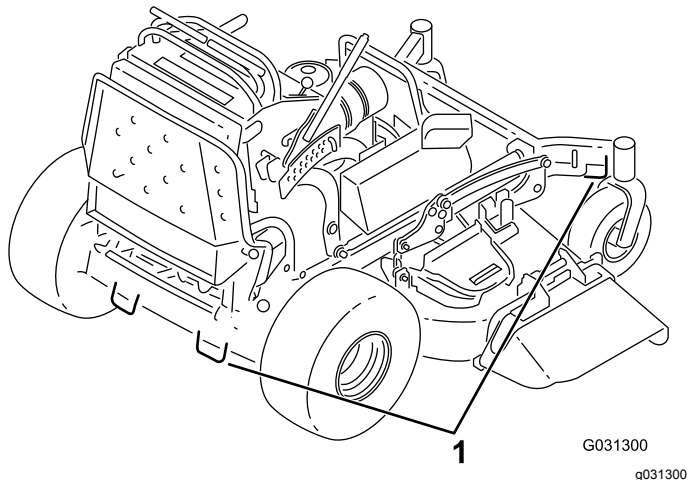

Figura 31
7. Prenda a máquina perto das rodas giratórias frontais e pára-choques traseiro com correias, correntes, cabos ou cordas (Figura 31). Consulte as diretrizes locais relativas a requisitos de dispositivos de fixação.